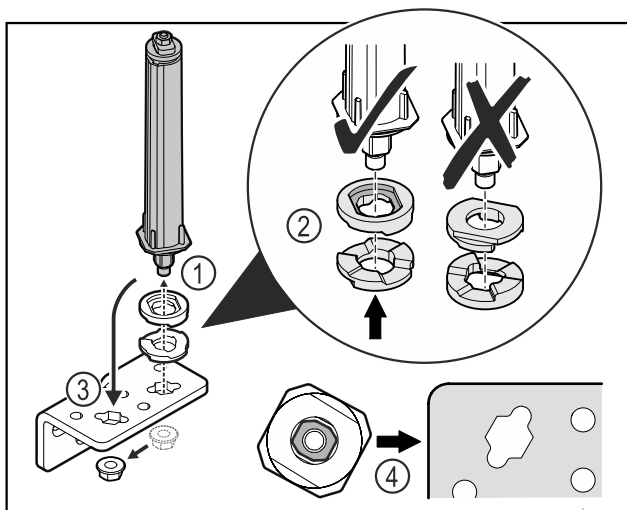

Fig. 26
- Odvijte matice in odstranite sistem za zaklepanje vrat Fig. 26 (1).
- Pazite na pravilno razporeditev podložk za nastavljanje višine Fig. 26 (2).
- Sistem za zaklepanje vrat prestavite v kotniku tečaja in ga fiksirajte z matico Fig. 26 (3).
- Pri vstavljanju pazite na pravilno naravnost sistema za zaklepanje vrat Fig. 26 (4).